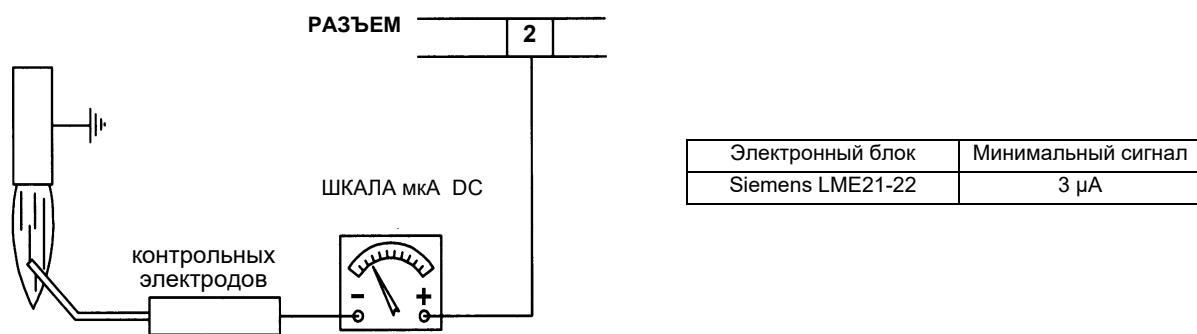

Рис. 39
- Проверить запальчный и контрольный электроды, почистить, подрегулировать и, при необходимости, заменить (см. Рис. 45). В случае возникновения сомнений, проверить систему контроля после запуска горелки, следуя схемам на Рис. 39).
В случае блокировки горелки, необходимо провести следующие проверки. Чтобы измерить сигнал детектирования, следуйте схеме на Рис. 39. Если сигнал ниже указанного значения, проверьте положение контрольного электрода, электрические контакты и, при необходимости, замените контрольный электрод.